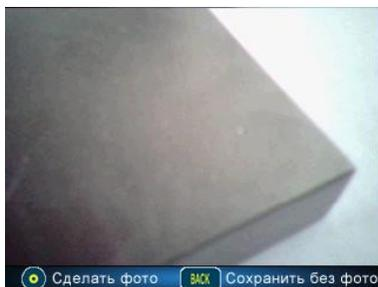

Рисунок 2.48 – Съемка объекта измерения
2. Наведите курсор на нужный символ и клавишей «» выберите его. После окончания ввода названия нажмите клавишу «» для сохранения. Далее на дисплей будет передаваться изображение с камеры в реальном времени и будет предложено «СДЕЛАТЬ ФОТО» или «СОХРАНИТЬ БЕЗ ФОТО» (рис. 2.48).